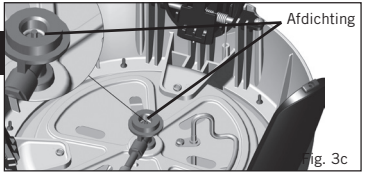

Fig. 3c
- Als er bellen ontstaan, dan is er een gaslek. Verwijder de gaspatroon onmiddellijk uit het toestel. Controleer of alle verbindingen goed zijn. Controleer of de afdichting op zijn plaats zit en in goede staat is voordat er een gaspatroon aangesloten wordt (Fig. 3c). Opnieuw controleren met zeepwater nadat de gaspatroon weer geplaatst is.
- Om de gasfles af te koppelen de gasfles van het ventiel afschroeven (Zie Fig. 3c).